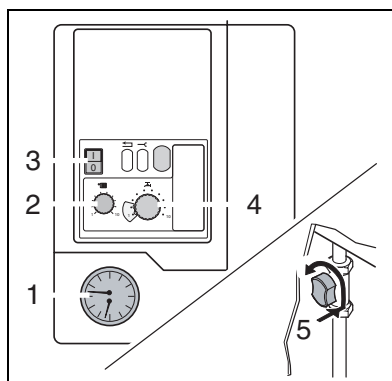

Fig. 1 Pannello di servizio, display pressione, rubinetto di intercettazione del gas
- Verificare la pressione dell'acqua (fig. 1, pos. 1). Se la pressione è inferiore a 1,0 bar è necessario riempire l'impianto di acqua e sfiatarlo. Qualora si verificano frequenti perdite d'acqua, richiedere l'intervento di una ditta specializzata per individuare la causa ed eliminarla.
- Regolare la temperatura di mandata nel regolatore (fig. 1, pos. 2) mediante tab. 1.
- Regolare la temperatura dell'acqua calda nel regolatore (fig. 1, pos. 4) mediante tab. 2.
- Aprire il rubinetto d'intercettazione del gas: esercitare una pressione e ruotare a sinistra in posizione verticale (fig. 1, pos. 5).
- Porre l'interruttore di rete (fig. 1, pos. 3) su posizione "I". L'apparecchio avvia ora il programma iniziale e dopo ca. 30 s si accende il bruciatore.